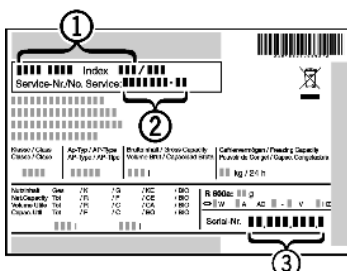

Fig. 14
- Наименование устройства *Fig. 14 (1)*, сервисный № *Fig. 14 (2)* и серийный № *Fig. 14 (3)* считайте с заводской таблички. Заводская табличка находится внутри устройства слева.
- ▶ Обратитесь в сервисную службу и сообщите вид неисправности, наименование устройства *Fig. 14 (1)*, сервисный № *Fig. 14 (2)* и серийный № *Fig. 14 (3)*.